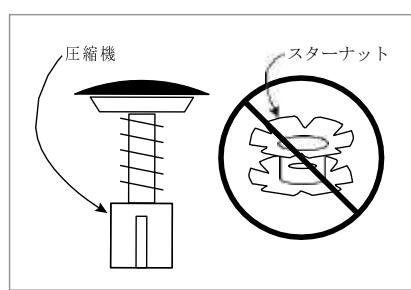

図9
- ▲警告:** カーボン製のステアチューブフォークには決してスターナットを使わないでください(図9)。カーボン製ステアラー向けに設計された圧縮機を使用してください。